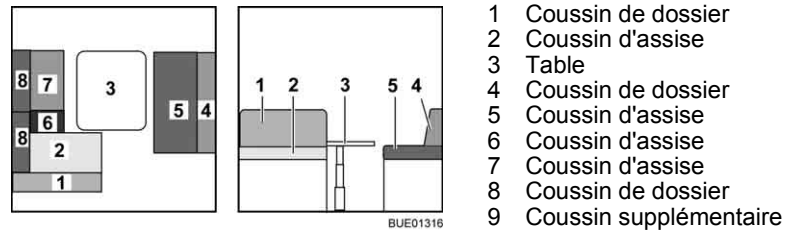

Fig. 146 Avant la transformation
- Convertir la table (Fig. 146,3) en sommier de lit (voir paragraphe 6.11).
- Retirer les coussins de dossier (Fig. 146,1, 4 et 8) et les placer de côté.